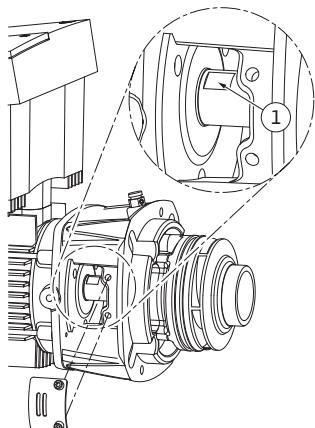

Fig. 48: Superficies de las tuerccas en el eje
15. Introduzca una llave de tuercas, con anchura óptima de 0.9 in (22 mm) en la ventana de la interna, y sujeté el eje por las superficies para las llaves (Fig. 48, Pos. 1). Saque la tuerca de la rueda móvil (Fig. 7, Pos. 15). La rueda móvil (Fig. 7, Pos. 16) se desmonta automáticamente del eje.
24. Para el montaje de la rueda móvil, introduzca una llave de tuercas, con anchura óptima de 0.9 in (22 mm), en la ventana de la linterna, y sujeté el eje por las superficies para las llaves (Fig. 48, Pos. 1).